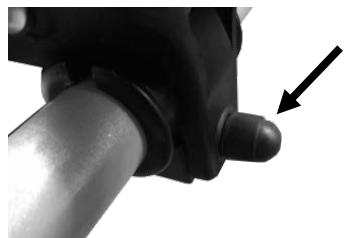

Figure 10 : Capuchon de protection
- Dirigez maintenant les rails d'extension vers l'arrière autant que possible et parallèlement aux feux arrières. Serrez les écrous au niveau des sabots de fixation. Enfichez le capuchon de protection (figure 10) sur les écrous.